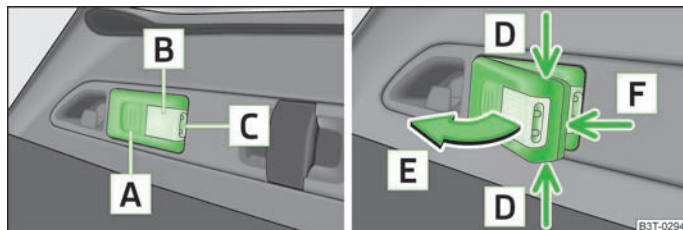

Abb. 44 Herausnehmbare Leuchte
- › Beleuchtung des Gepäckraums - es leuchtet Teil **B** » Abb. 44 (Leuchte sitzt in der Halterung),
- › Die Leuchte im Bereich der Pfeile **D** » Abb. 44 anfassen und diese in Pfeilrichtung **E** herausschwenken.
- Wird die Leuchte nicht ausgeschaltet und korrekt in die Halterung eingesetzt, werden die Lampen im vorderen Teil **C** » Abb. 44 der Leuchte automatisch ausgeschaltet.
- Die Akkuabdeckung mit einem schmalen, spitzen Gegenstand ab der Stelle des Arretierungsclips **F** » Abb. 44 abhebeln.